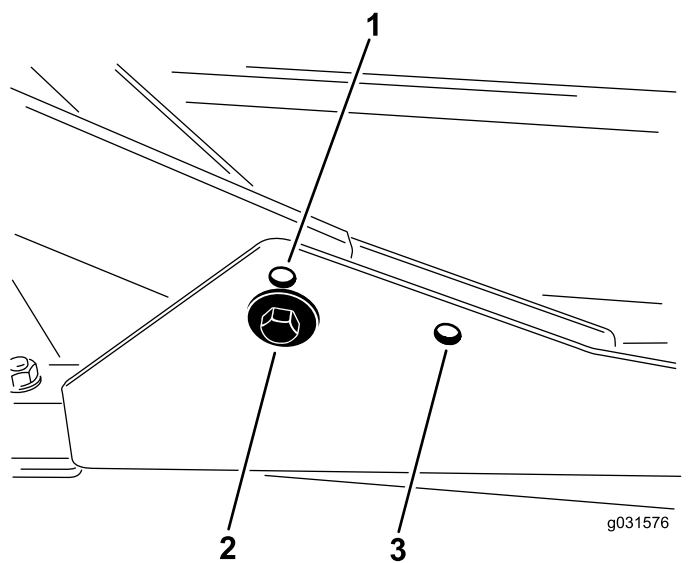

図 15
2. 刈高を 63-100 mm にセットする場合には、前キャリアフレームを上側の穴に取り付けます 図 15。
後カuttingデッキは、刈り高に関係なく後側の取り付け穴を使って取り付けます 図 15。